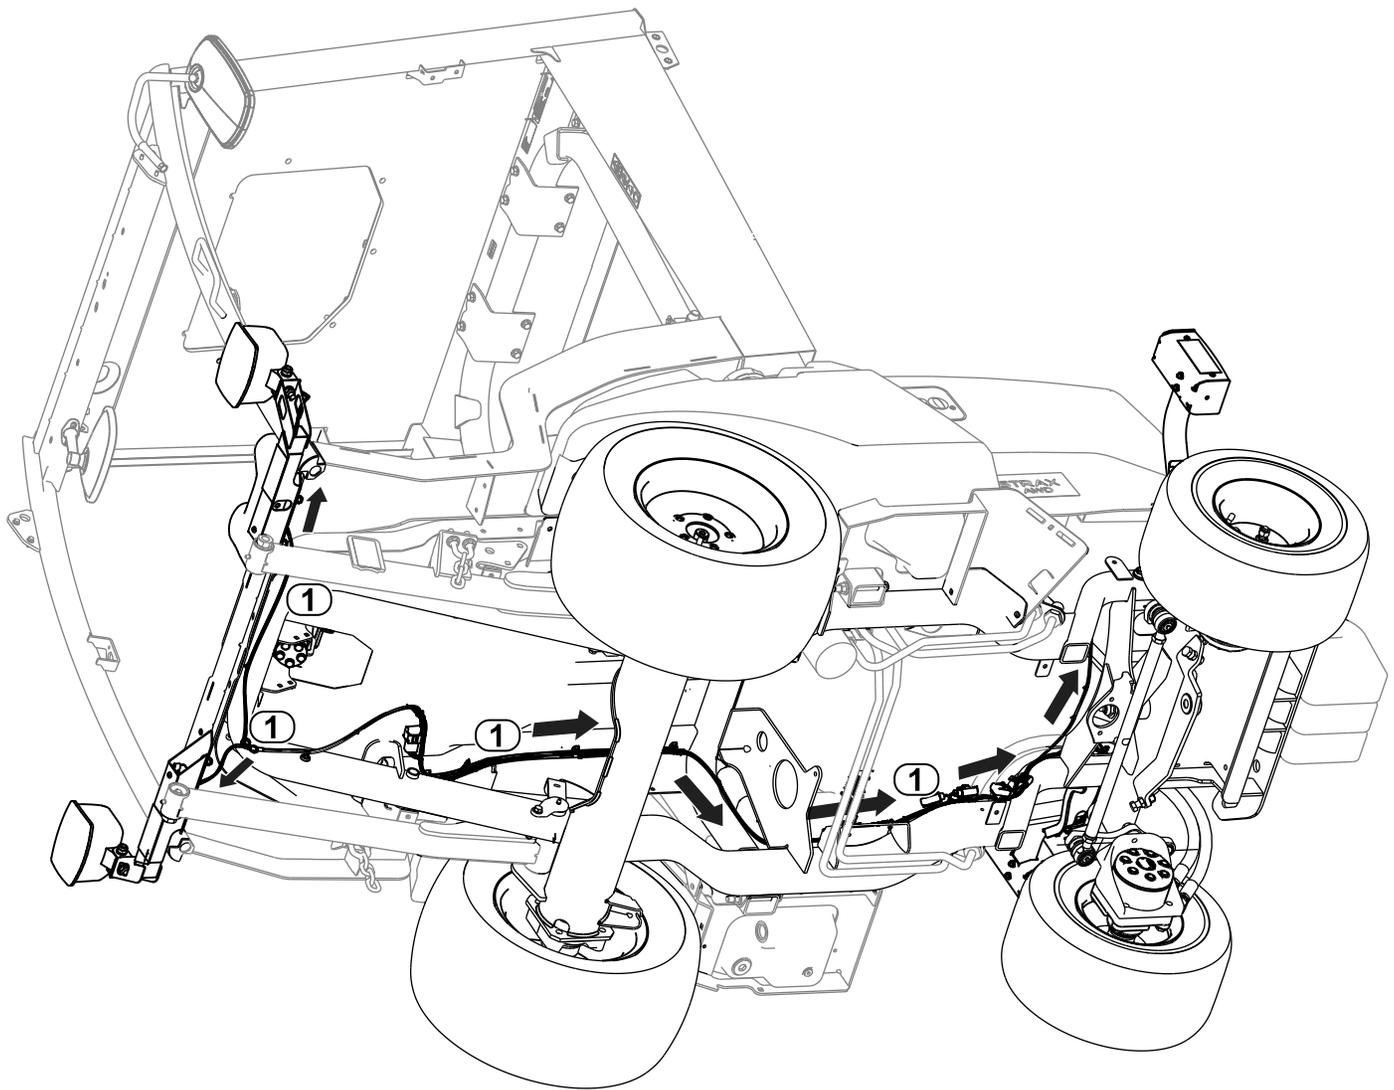

Figura 35
1. Enrute el conector del arnés de cables marcado FRONT LIGHT LH (P04) hasta el lado izquierdo de la unidad. Conecte el arnés a la luz (Figura 35).
2. Enrute el conector del arnés de cables marcado FRONT LIGHT RH (P05) hasta el lado derecho de la unidad. Conecte el arnés a la luz (Figura 35).
3. Enrute el conector del arnés de cables marcado REAR LIGHT LH (P01) hasta el lado izquierdo trasero de la unidad (Figura 35).
4. Enrute el conector del arnés de cables marcado REAR LIGHT RH (P02) hasta el lado derecho trasero de la unidad (Figura 35).
- Enrute el conector del arnés de cables marcado REAR LIGHT LH (P01) hasta la luz trasera (Figura 35).
- Enrute el conector del arnés de cables marcado REAR LIGHT RH (P02) hasta la luz trasera (Figura 35).